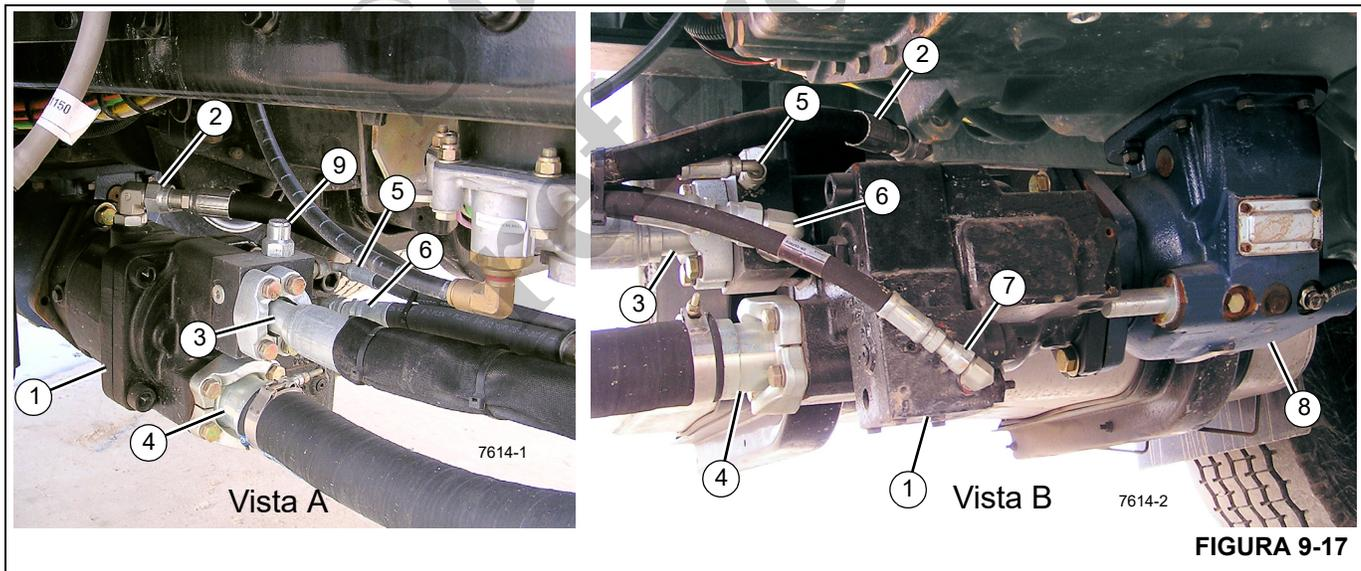

FIGURA 9-17
Vea la Figura 9-17 para los pasos siguientes.
La presión del sistema hidráulico es suministrada por una bomba hidráulica (1, Figura 9-17) que se monta en la toma de fuerza (TDF) (8) del camión.
10. Si se utiliza la configuración que se ilustra en la Figura 9-17, asegúrese de poner la lumbrera de vaciado de la caja (2) en el punto más alto sobre el nivel del suelo.
- 14.** Quite las tapas contra polvo de las lumbreras de entrada y de salida de la bomba hidráulica e instale los adaptadores y líneas hidráulicas, como se ilustra en la Figura 9-17.
- NOTA:** La Figura 9-17, vista A, muestra el lado izquierdo (conductor) de la instalación de la bomba hidráulica y la vista B muestra el lado derecho (pasajero) de la instalación de la bomba hidráulica.